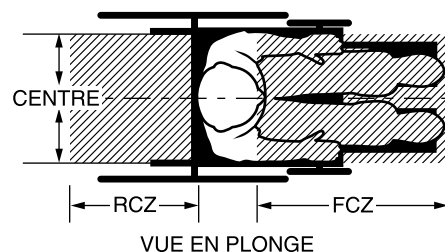

Figure 6. Zones de dégagement pour un fauteuil motorisé avec un occupant
- La zone de dégagement avant (FCZ) est mesurée à partir de l'extrémité avant de la tête de l'occupant et doit être d'au moins 65 cm (26 po) si une ceinture du torse et du bassin est utilisée. Voir la figure 6.
- La zone de dégagement arrière (RCZ) est mesurée à partir de l'arrière de la tête de l'occupant et doit être d'au moins 40.64 cm (16 po). Voir la figure 6.
- La hauteur de dégagement pour la tête de l'occupant doit se situer (HHT) entre 120 cm (47 po) pour une femme adulte de petite taille jusqu'à environ 155 cm (61 po) pour un homme de grande taille. Voir la figure 6.